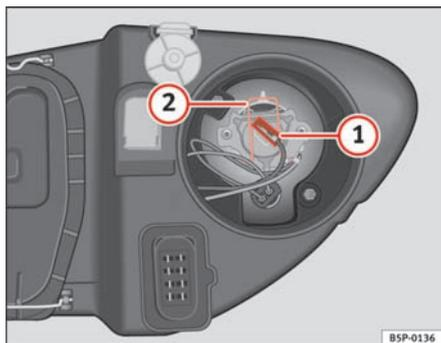

Fig. 168 Luz de carretera
- Extraiga el conector ⇒ fig. 168 ① de la lámpara.
- Presione el resorte ⇒ fig. 168 ② hacia dentro y hacia la derecha.